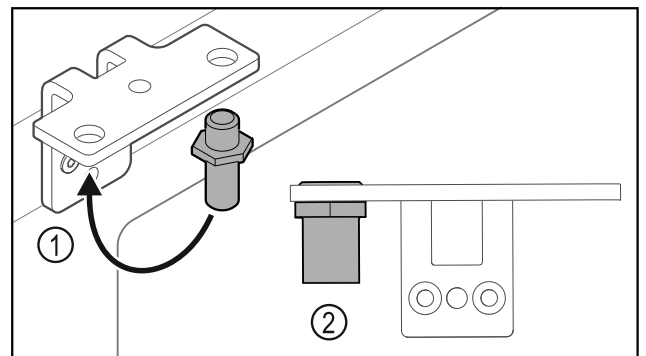

Fig. 24
- ▶ Переставьте палец Fig. 24 (1) в шарнирном уголке.
- ▶ Затяните палец Fig. 24 (2) с моментом **12 Нм**.